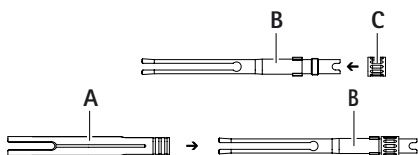

Abb. 10
- Außenhülse **A** von vorne über die Spannzange **B** aufschieben, siehe Abb. 10. Dabei auf die Ausrichtung der Schlitzte zu den Nutensteinen achten. Das geriffelte Ende der Klemmhülse sollte zur besseren Bedienbarkeit Richtung Klemmschraube **C** zeigen.